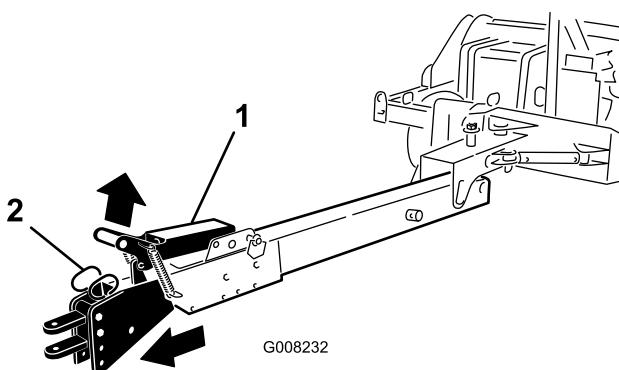

Figura 22
- Levante na pega do trinco (Figura 22).
- Conduza o veículo devagar até que a montagem de engate encaixe no seu lugar (Figura 22).
7. Para retrair o engate do reboque, eleve a pega do trinco e lentamente ande com o veículo para trás até que a pega do trinco fique fixa no seu lugar (Figura 22).